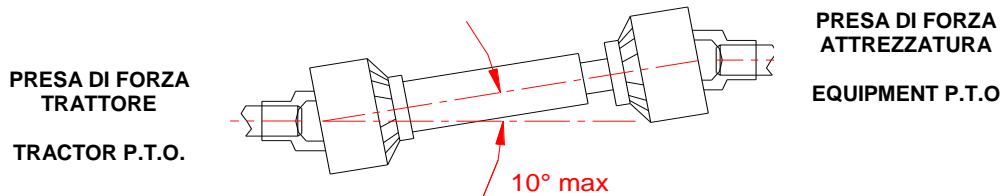

fig.7
- fig.7 - verificare che l'albero cardanico sia correttamente installato e che tutti i relativi dispositivi di bloccaggio e di sicurezza siano presenti ed integri. **Qualora uno di essi non lo fosse o venisse installato un dispositivo non omologato, il Fabbricante diffida il Cliente ad utilizzare tale albero in quanto vietato;**
- fig.7 - verify that the correct installation of the cardan shaft and that all safety and locking devices are present and integral. **Is one of these was or a device not approved was installed, the Manufacturer distrusts the Customer to use such shaft because forbidden;**